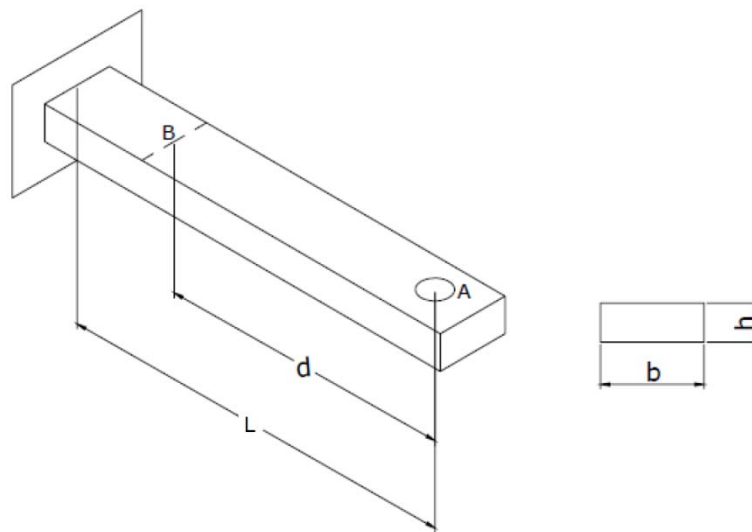
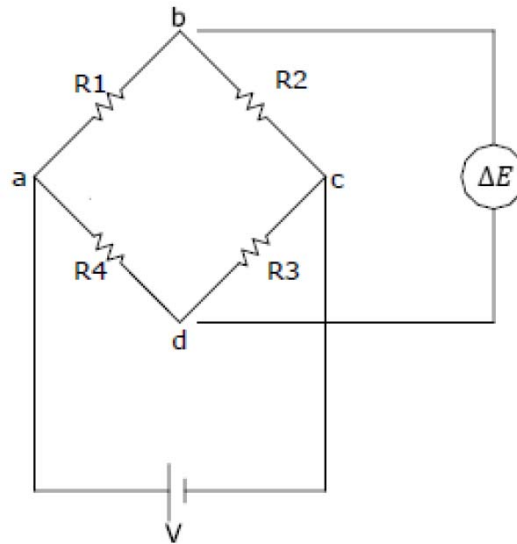

Figura 7: Viga engastada e suas dimensões
Figura 8: Circuito de ponte de Wheatstone genérico
Questão 8. Uma viga com seção transversal retangular, cujas dimensões estão mostradas na Figura 7, deve ser analisada utilizando a Teoria de Vigas de Euler-Bernoulli e procedimentos experimentais por meio de extensômetros.
- (a) Considerando a necessidade de medir deformações produzidas exclusivamente pelo momento fletor, mesmo na presença de outras cargas e variações de temperatura nas seções da estrutura mostrada na Figura 7, calcule a deformação experimental na superfície superior da seção B da viga indicada – ver Figura 7 – como função do fator de calibração K , da tensão de excitação V e da variação da tensão de saída ΔE , dentro do contexto de medições de deformação utilizando extensômetros elétricos de resistência. Indique também as posições onde os extensômetros devem ser colados nas superfícies da seção B da viga. K , V e ΔE são componentes do circuito genérico da ponte de Wheatstone mostrado na Figura 8, com resistências $R_1 = R_2 = R_3 = R_4 = R$ e fatores de calibração $K_1 = K_2 = K_3 = K_4 = K$.
- (b) Aplique os resultados do item (a) para estimar o Módulo de Elasticidade Longitudinal do material que compõe a viga da Figura 7, como uma função de b , h , d , ΔE , K , V e P .